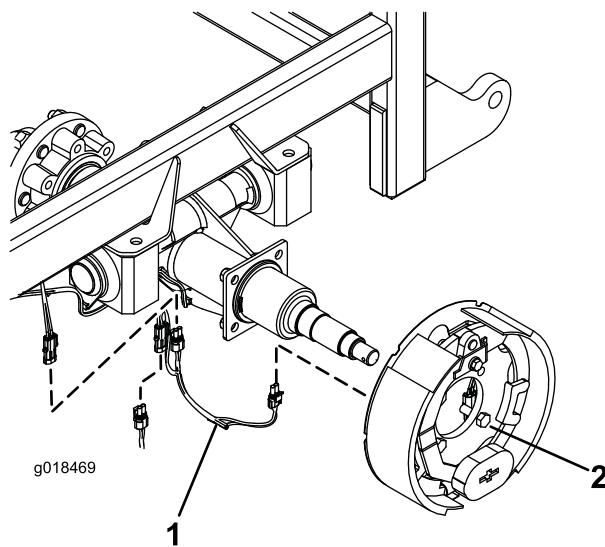

図 1
注 取り付けボルトは、頭部がブレーキアセンブリ側にくるように（図 1）、ナットがアクスルフランジに向くように挿入する。
13. 新しいジャンパハーネス（図 1）を以下のように接続する：